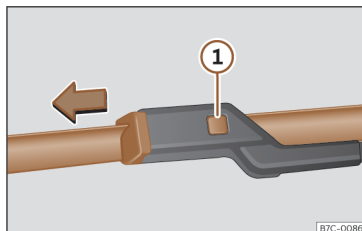

Fig. 205 Remplacement des balais d'essuie-glace.
- Maintenez la touche de déverrouillage >>> **fig. 205** ① enfoncée en tirant légèrement le balai dans le sens de la flèche.